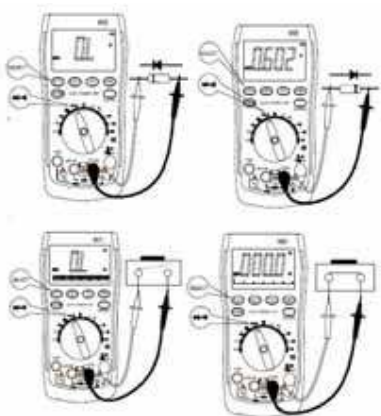

図 13-1
- 1: レンジ切り替えスイッチを \rightarrow に切り替えてください(図 13-1)。